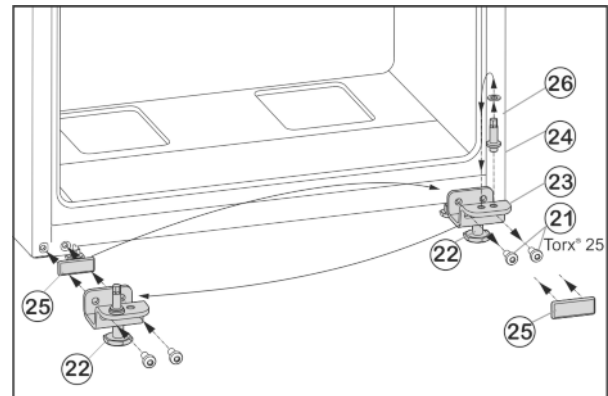

Fig. 7
- ▶ Открутите крепежные винты Fig. 7 (21).
- ▶ Снимите нижний опорный кронштейн Fig. 7 (23) вместе с опорным пальцем Fig. 7 (24), шайбой Fig. 7 (26) и регулируемой опорой Fig. 7 (22).
- ▶ Открутите опорный палец Fig. 7 (24) вместе с шайбой Fig. 7 (26) и, переставив в отверстие на противоположной стороне опорного кронштейна, снова прикрутите.
- ▶ Аккуратно снимите защитную пластину Fig. 7 (25) и переставьте ее на противоположную сторону.
- ▶ Прикрутите нижний опорный кронштейн Fig. 7 (23) вместе с опорным пальцем Fig. 7 (24), шайбой Fig. 7 (26) и регулируемой опорой Fig. 7 (22) с другой стороны шарнира (с моментом 4 Нм), при необходимости используйте аккумуляторный шуруповерт.
- ▶ Установите нижнюю дверцу сверху на опорный палец Fig. 7 (24).
- ▶ Выверните регулирующую опору *Fig. 7 (22)* на нижнем опорном кронштейне *Fig. 7 (23)* до ее соприкосновения с полом.